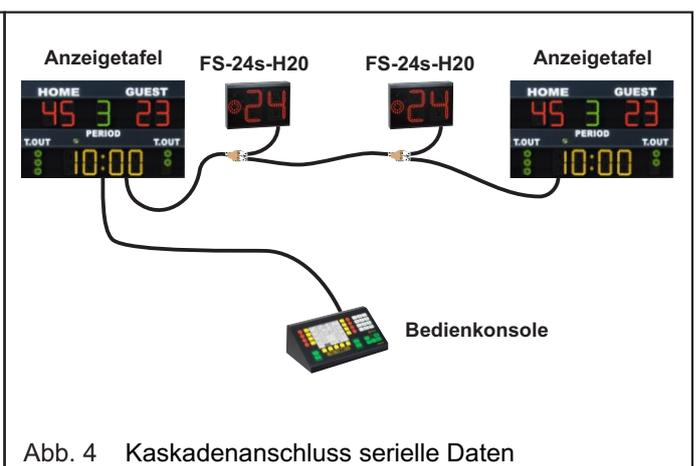
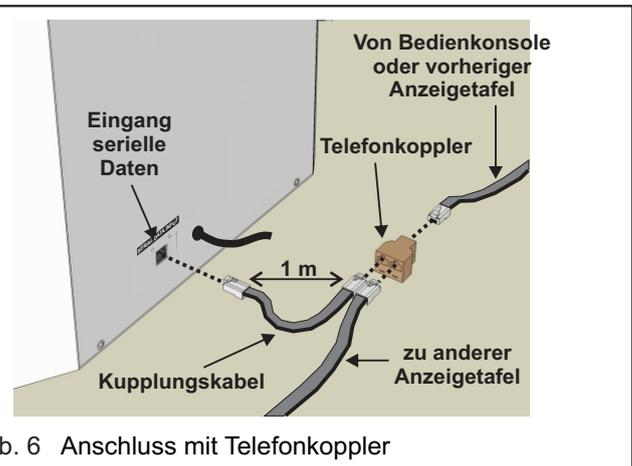

Abb. 4 Kaskadenanschluss serielle Daten
Abb. 6 Anschluss mit Telefonkoppler
2. Verteilter Anschluss (siehe Abb. 4, Abb. 6). Hier handelt es sich um Kaskadenanschlüsse, von einer Anzeigetafel zur anderen; bei dieser Art von Anschluss verursacht die Unterbrechung eines Kabels die Ausschaltung mehrerer Anzeigetafeln.